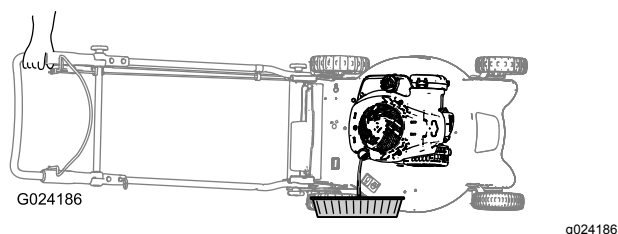

Figura 18
3. Inclinate il tosaerba sul fianco, con l'asta di livello in basso, per vuotare l'olio usato attraverso il tubo di riempimento (Figura 18).